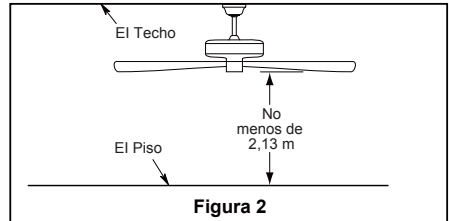

Figura 2
Caja profunda (Figura 2)
2. Instale y fije con firmeza 3/16"-24 tornillo de cabeza troncocónica con arandela plana/arandela de resorte en la parte inferior de la palas, y luego fije los tornillos instalados anteriormente en la parte superior del motor. (Figura 2)
- ☐ 2. Retire el clip de horquilla y pasador de horquilla de la parte inferior de la bola para colgar. Retener el pasador y clip para la reinstalación en el paso 4. (Figura 2)
Debe colgar el ventilador a una distancia mínima de 2,13 m desde las aspas hasta el piso. (Figura 2)
Para evitar una posible descarga eléctrica, asegúrese de cortar la alimentación eléctrica de la caja de fusibles principal antes de alambrado el ventilador. (Figura 2)
- ☐ 2. Coloque y ajuste firmemente la cubierta para el tornillo de la base sobre los tornillos de reborde de la abrazadera para colgar mediante el mecanismo de seguro por giro del chavetero. (Figura 2)
- ☐ 2. Instale la unidad del carcasa de interruptor en el soporte utilizando las dos ranuras principales de conexión. Vuelva a colocar el tercer tornillo y asegure los tres tornillos. (Figura 2)
2. Restaure la fuente de alimentación de la toma de corriente enciendo la electricidad del fusible principal. (Figura 2)